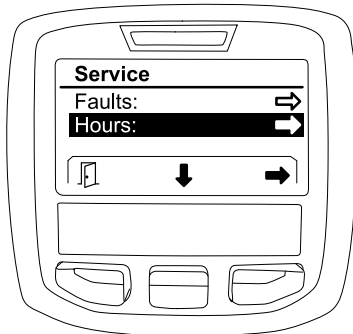

Figura 28
1. Con il pulsante di selezione centrale navigate fino all'opzione ORE (Figura 28).